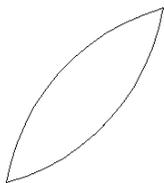

图 17.7.21 旋转圆弧 2
Step19. 旋转圆弧，选择下拉菜单 **修改(M)** → **旋转(R)** 命令，选取图 17.7.19 所示的圆弧为要旋转的对象，选取 A 点为旋转的基点，指定旋转的角度为-33，完成后如图 17.7.21 所示。